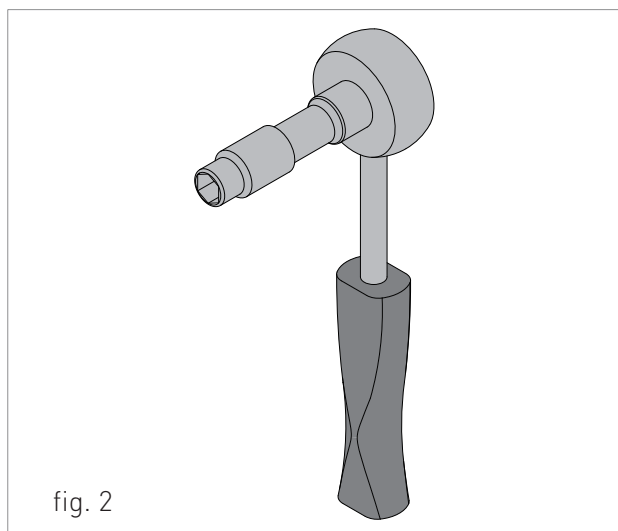

fig. 2
10. PRESENCIA DE LLAMA / TAMBIÉN INDICA, MEDIANTE 3 NIVELES DE PORCENTAJE, EL NIVEL DE MODULACIÓN DE LA CALDERA (fig.2)